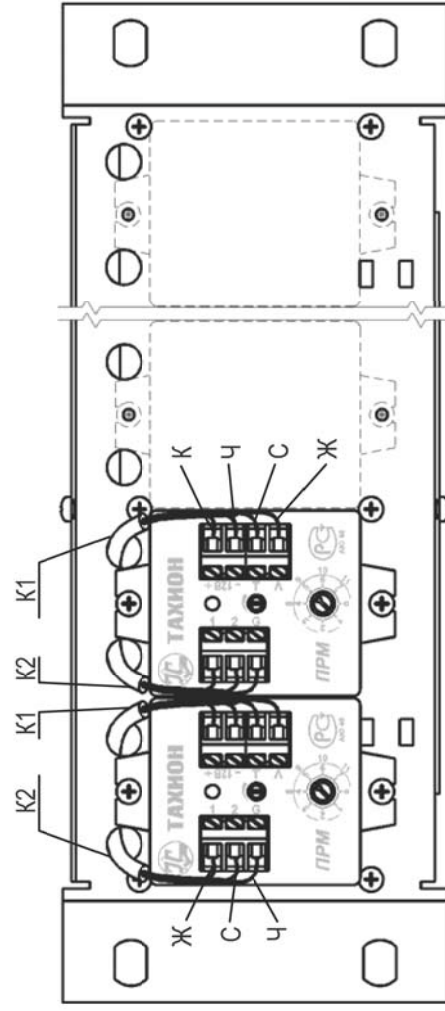

Рис.2 Вид спереди
1. Закрепить винтами М3х6 приёмники АПВС(-3М; -5М; -5АНД) на передней панели крейта (рис.2).
2. Пропустить концы кабелей К1 и К2 через отверстия на передней панели (рис.2). Подключить розетки кабелей к соответствующим вилкам разъёмов X4.1 ÷ X4.10 и X5.1 ÷ X5.10, как показано на рисунке 1.